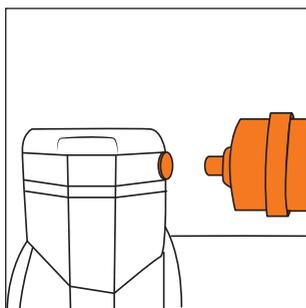

Рис. 7
- Извлеките заглушки из головки цилиндра и установите (вкрутите) воздушные фильтры (Рис. 7).